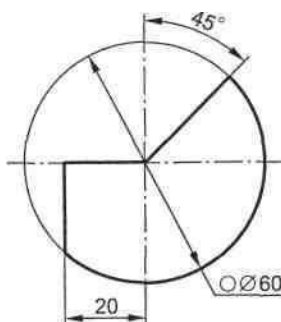

Рис. 39
8. Построить изометрическую проекцию сферы (рис. 39).